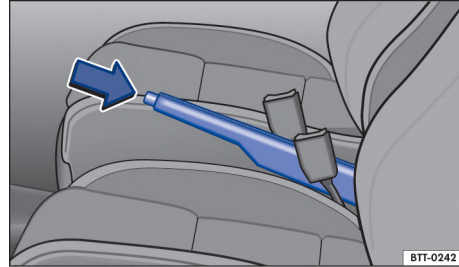

Fig. 103 Entre los asientos delanteros: palanca del freno de estacionamiento.
- Tirar de la palanca del freno de mano hacia arriba con la tecla de bloqueo presionada → fig. 103 (flecha).
- Tirar de la palanca del freno de mano un poco hacia arriba y presionar la tecla de bloqueo → fig. 103 (flecha).